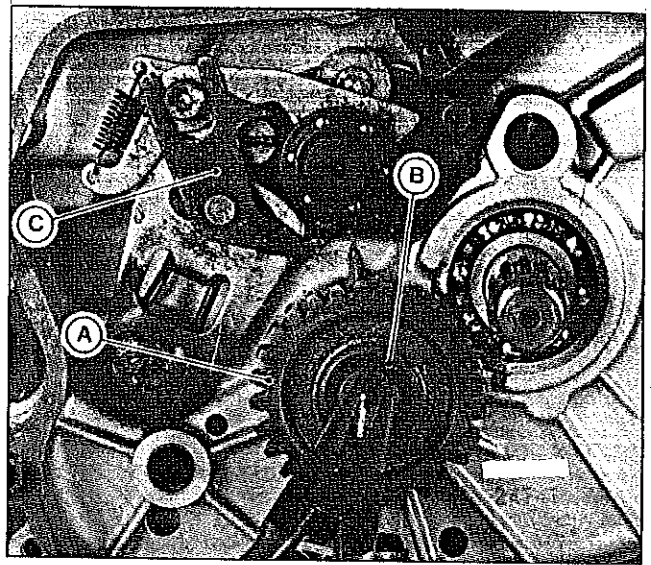

FIG. M17 - A. ENGENRAGEM INTERM. DO ARRANQUE
4. Retirar o anel elástico da engrenagem intermediária de arranque, montada louca sobre o eixo secundário. Figura M17.